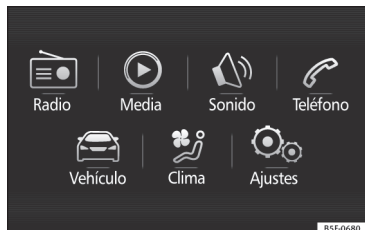

Fig. 40 Easy Connect: Menú principal.
- Pulse la tecla **MENÚ** del sistema y posteriormente el botón de función **Vehículo** » fig. 40, o la tecla **CAR** del sistema, para ir al menú **Vehículo** » fig. 41.